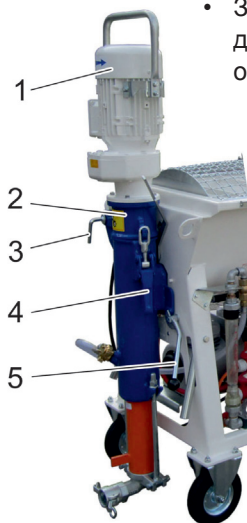

Рис. 12: Смесительная трубка насоса
- Откройте фиксатор смесительной камеры насоса (рис. 12, поз. 5) и поднимите ее из креплений на раме.
- Откройте фиксатор двигателя насоса (рис. 12, поз. 4)